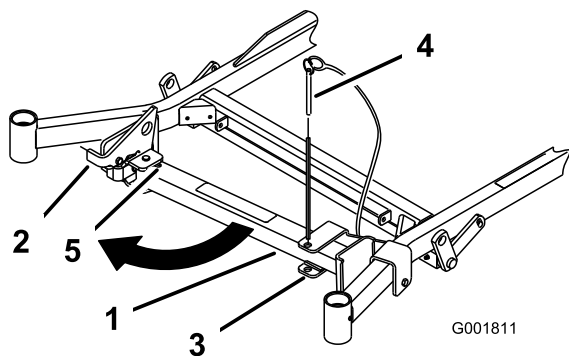
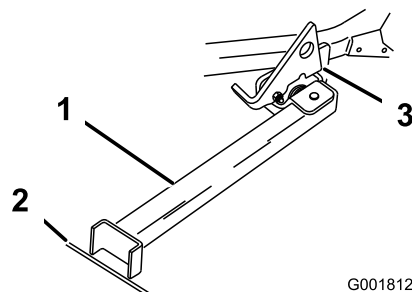

Bild 27
Bild 28
2. Nehmen Sie den Halterungsstift ab (Bild 27).
3. Heben Sie den Riegel an. Drehen Sie den Ständerfuß nach vorne heraus und schieben Sie den Ständer zur Maschine in den unteren Schlitz (Bild 27 und Bild 28).
4. Stellen Sie den Fuß auf den Boden und lassen Sie den Riegel auf der Drehnase aufliegen (Bild 28).
Hinweis: Stellen Sie den Ständerfuß am besten in Risse auf Gehwegen oder in der Rasenfläche (Bild 28).
6. Fahren Sie auf den Stand auf. Halten Sie an, wenn der Riegel über die Nase in die ARRETIERTE Stellung einrastet (Bild 28). Aktivieren Sie nach dem Auffahren auf den Stand die Feststellbremse und stellen den Motor aus.
5. Stellen Sie den Z Stand wieder in die RUHE-Stellung (Bild 27).